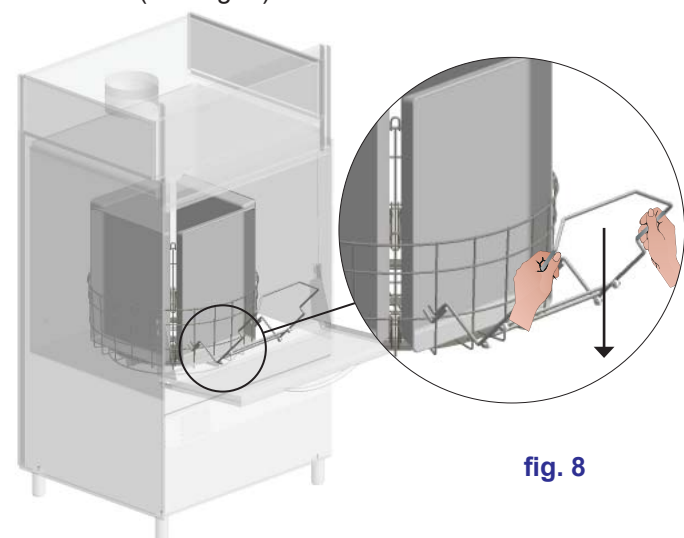

fig. 8
f) Un carrello solleva cesto. Agganciare il cesto con il supporto carrello come nella fig. 8.